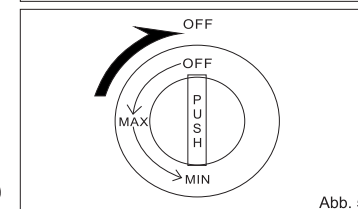

Abb. 5
• Nach Ende der Arbeit stellen Sie den Zündungsknopf wieder in der OFF-Position und versichern Sie sich, dass die Flamme aus ist. (Abb.5)